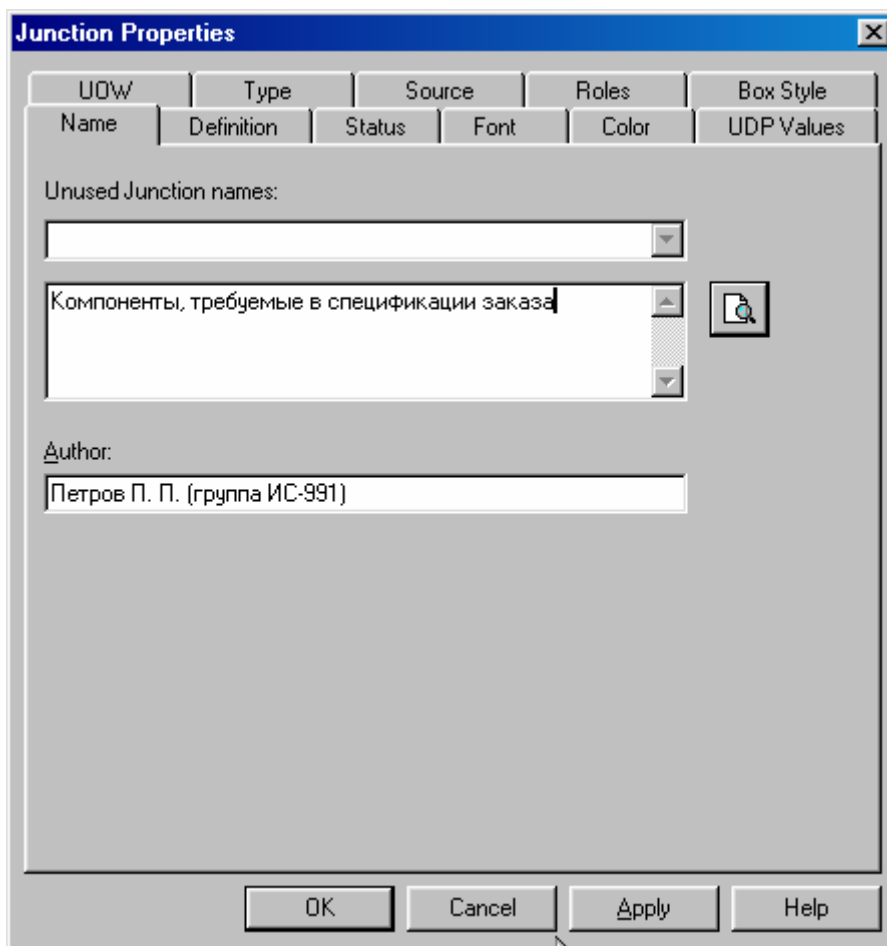

Рисунок 8.14 – Присвоение имени перекрестку **JI**
14. Присвойте имя перекрестку **JI**, щелкнув правой кнопкой по перекрестку для разветвления **JI** (*fan-out*), выберите **Name** и внесите имя "*Компоненты, требуемые в спецификации заказа*" (рисунок 8.14).